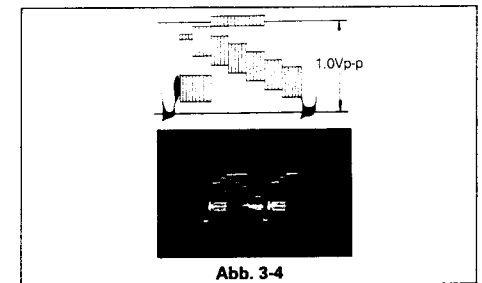

Abb. 3-4
3. Stellen Sie VR121 auf $1,0$ V_{SS} wie in Abb. 3-4.